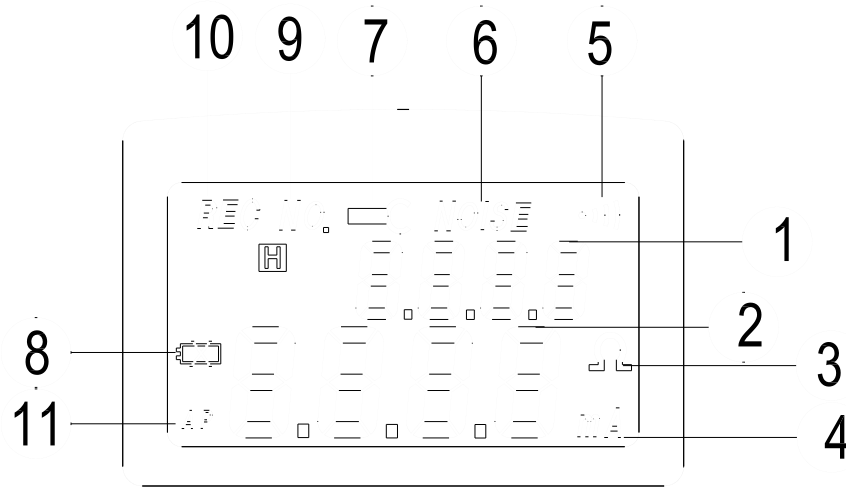

Abb.2
4. **LCD:** Siehe Abb.2 für Einzelheiten